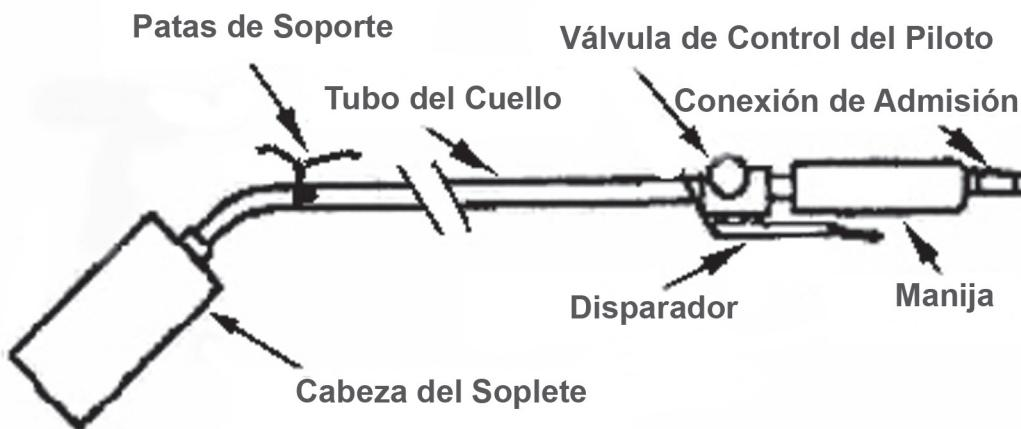

Figura 2: Estos son los componentes de un soplete para techo.
La unidad del soplete debe ser fabricado para que no tenga escapes durante el uso normal y continuo. Y debe estar inscrito en la lista de Underwriters Laboratory (UL). La figura 2 muestra los varios componentes de cada soplete. Un soplete debe tener una válvula de control del piloto, una palanca para la válvula de presión alta y una válvula para el control de apagado y encendido en la conexión de entrada.